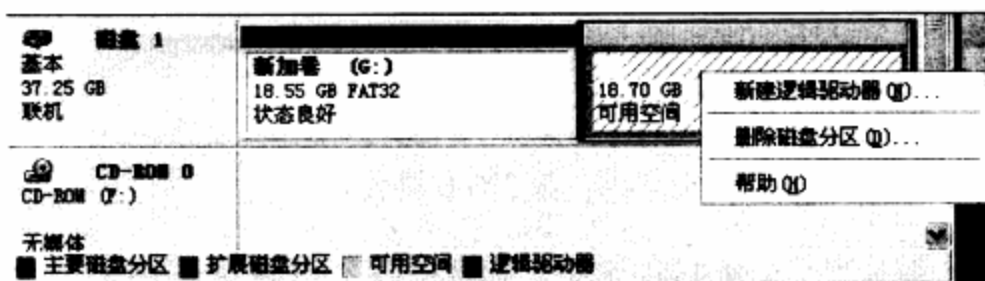

图4-66 选择“新建逻辑驱动器”选项
**步骤 15** 完成新建磁盘分区后的效果如图4-66所示。到这里只剩下逻辑分区了，右击可用空间，在弹出的快捷菜单中选择“新建逻辑驱动器”选项，如图4-66所示。